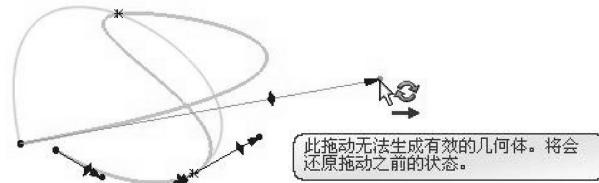

图 2-161 发现无效的解
- 发现无效的解：草图中出现无效的几何体，如零长长度直线，零半径圆弧或自相交叉的样条曲线，如图 2-161 所示。